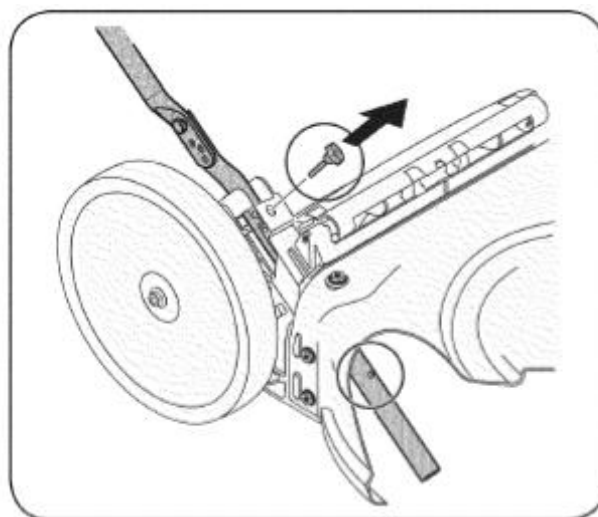
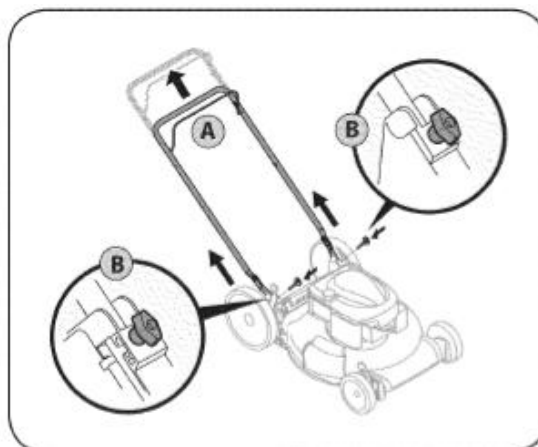

РИС. 3
РИС. 4
2. Выкрутите болты с Т-образной головкой из кронштейнов рукоятки, как показано на Рис. 3.
А. Потяните рукоятку вверх, пока отверстия в нижней рукоятке (показаны на Рис. 3 в разрезе корпуса изделия) не совместятся с отверстиями в кронштейне рукоятки (см. Рис. 4).
В. Вставьте болты с Т-образной головкой, выкрученные на предыдущем шаге и плотно затяните их, чтобы зафиксировать рукоятку (см. Рис. 4).